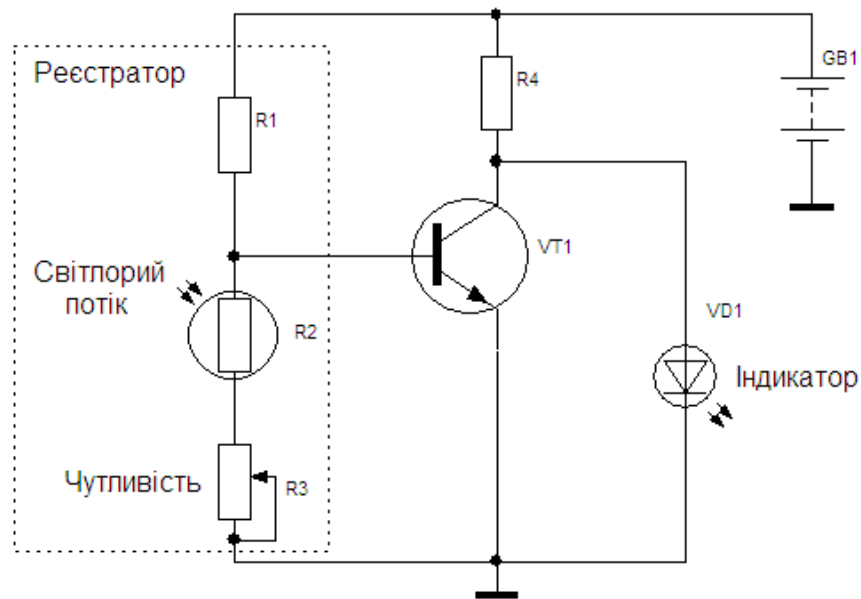

Рисунок 9.2 – Фоторезистивна схема реєстрації світлового сигналу
1.1 Дослідити схему з послідовним з'єднанням фотоприймача та опору навантаження (рис. 9.2).